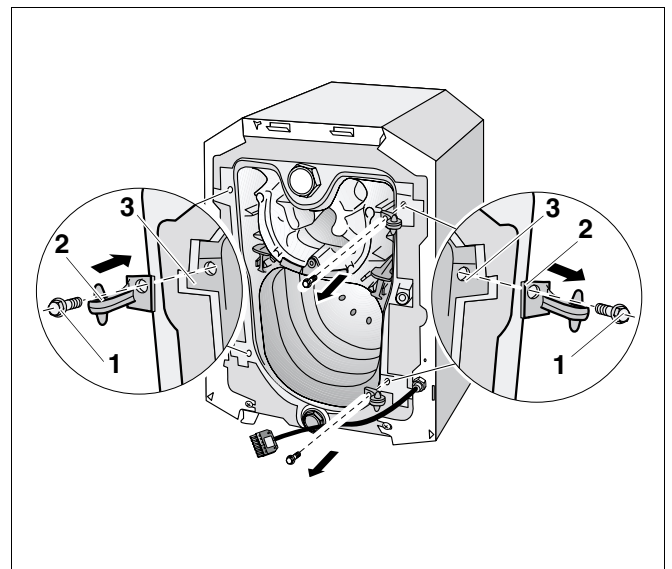

Fig. 15 Modificarea usii arzatorului (cirlige)
- Desurubarea suruburilor de strangere ale cirligelor (fig. 15, **poz. 2**) de pe elementul din fata (fig. 15, **poz. 3**) al cazanului de incalzire
- Indepartarea (fig. 15, **poz. 2**) cirligelor de pe (fig. 15, **poz. 3**) elementul din fata al cazanului de incalzire.
- Insurubarea (fig. 15, **poz. 2**) cirligelor prin intermediul (fig. 15, **poz. 1**) suruburilor de strangere (fig. 15, **poz. 3**) la elementul din fata al cazanului de incalzire.